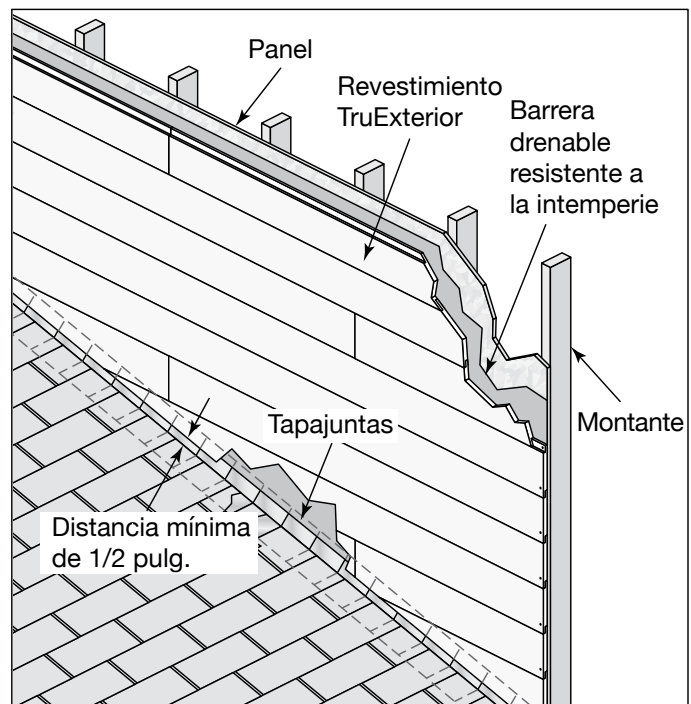

Fig. 3
- Siempre instale una barrera drenable resistente a la intemperie conforme a los requisitos de los códigos de construcción locales (**Fig. 3**).
- Prepare su tapajuntas angular a lo largo de las líneas del techo y la pared usando una barrera resistente a la intemperie, cinta tapajuntas o un tapajuntas en Z como contrachapa de escurrimiento (**Fig. 3**).
- Deje una distancia mínima de 1/2 pulg. entre el revestimiento y la línea del techo para prevenir contra la acumulación de detritos (**Fig. 3**).